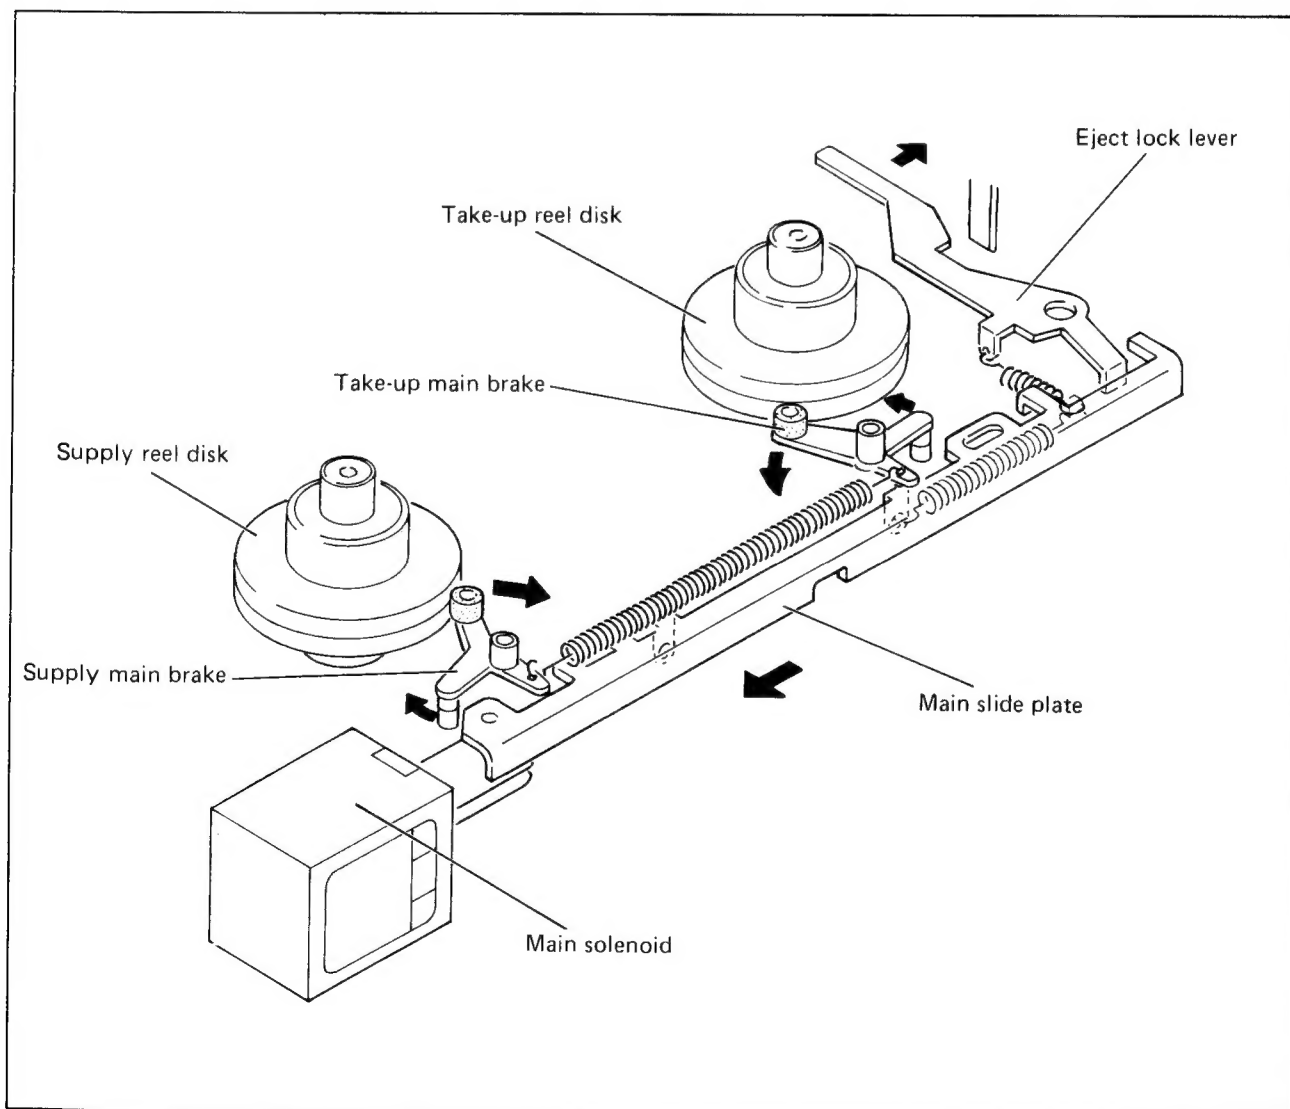

Fig. 1-2 Hauptbremsen und Eject-Sperre
1. Freigabe der Hauptbremse (Bild 1-2)
2. Auswerfer-Sperre (Bild 1-2)